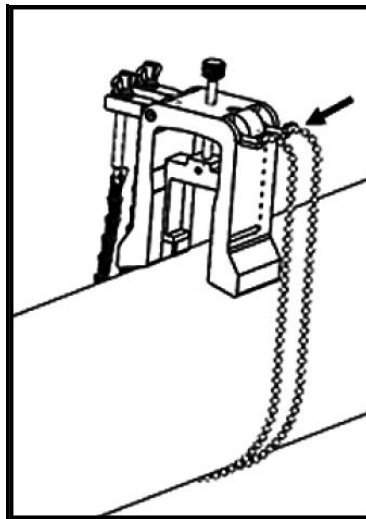

图 37: 固定后的轭架链条
- 将轭架链条围绕管子一圈，再固定到轭支架上，如下面的 图 37 所示。